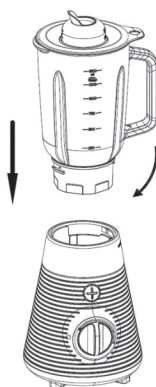

Fig. 2
5. Așezați vasul de sticlă pe corpul principal și rotiți-l în sensul acelor de ceasornic (FIG 2) în direcția săgeții pentru a se bloca ferm. Vezi și capitolul „Sistem de blocare de siguranță”.